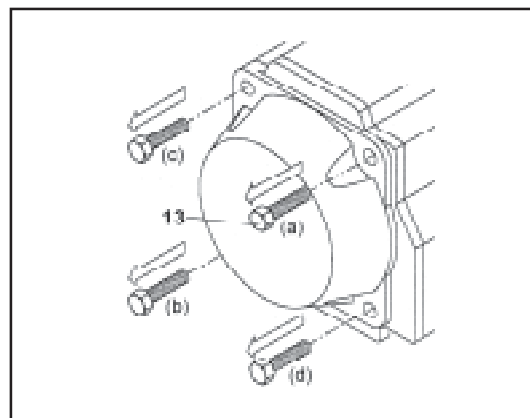

Fig. 15
(figure 15)
- Enlever les vis d'embout ( 2 ) dans l'ordre montré par la fig. 15